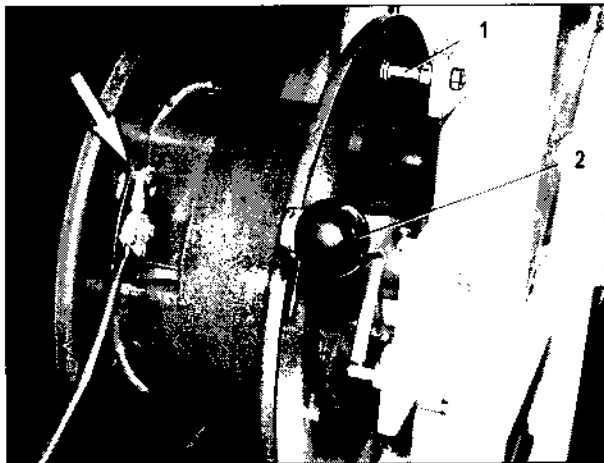

Bild 72
1. Erdungsleitung ganz von der Trommel abtrennen und Ende der Erdungsleitung (Bild 72/Pfeil) aushängen.
2. Kabeltrommel der Erdungsleitung verriegeln; dazu Hebel (Bild 72/2) vom Haltebolzen (Bild 72/1) abheben.